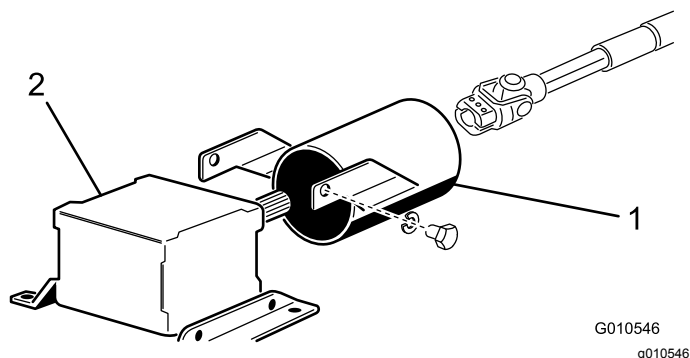

Figura 8
1. Retire os 2 parafusos e anilhas de bloqueio que prendem os suportes de montagem do resguardo da tomada de força à caixa de engrenagens (Figura 8).
2. Deslize o resguardo do veio da tomada de força no veio da tomada de força, posicionando o resguardo como se mostra na Figura 8.